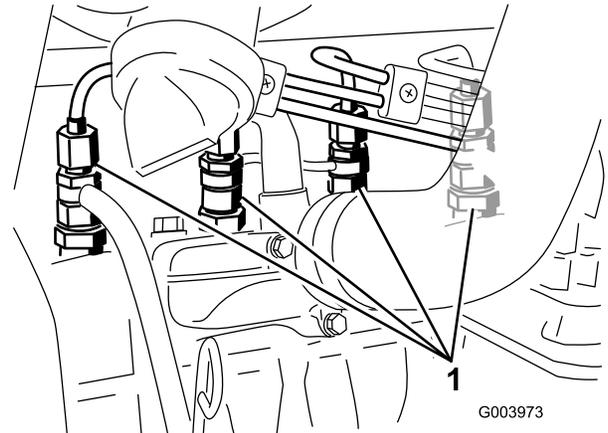

Bild 54
1. Lockern Sie den Leitungsanschluss an der ersten Düse und Halterung (**Bild 54**).